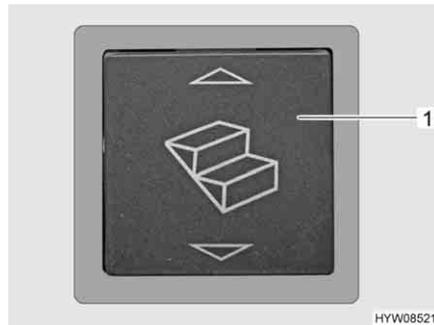

Bild 1 Wipptaster für Eintrittstufe (Eingangsbereich)
- Den Wipptaster (Bild 1,1) im Eingangsbereich drücken.